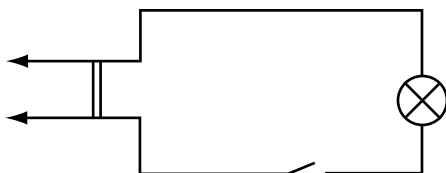

Рис. 67. Электрическая схема
1. Начертить в тетради электрическую схему (рис. 67).